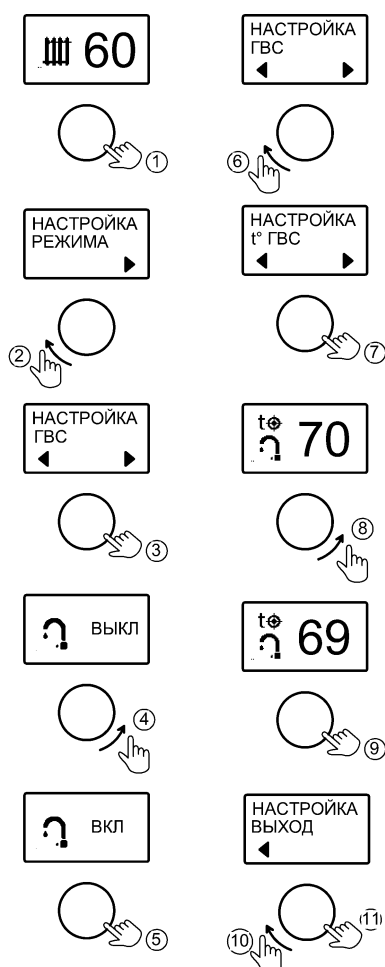

Рисунок 9. Настройка режима «ГВС»
**10.4** Вкладки «ГВС» и «ТЕМПЕРАТУРА ГВС» предусмотрены для включения/выключения режима ГВС и настройки температуры (см. рис. 9). Индикация «ВКЛ» означает разрешение на работу режима ГВС. Индикация «ВЫКЛ» запрещает работу режима «ГВС».
Активация режима и выбор температуры горячей воды показано на рис. 9.